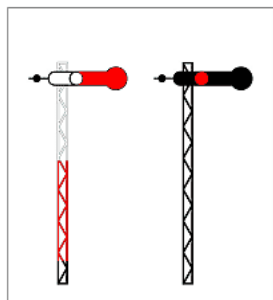

Рис. 205
2) днем - горизонтальным положением крыла семафора, а ночью - красным огнем - стой! Запрещается проезжать сигнал (рис. 205).